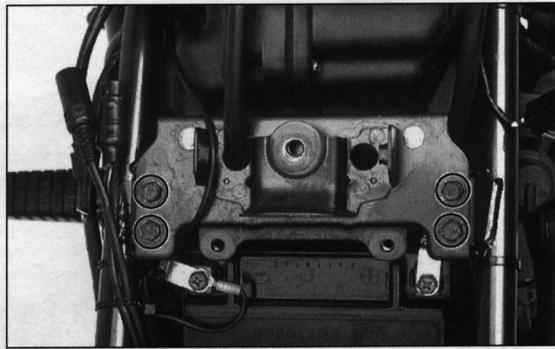

Bild 95
- Vier Sechskantschrauben ausdrehen und Tankhalterung abnehmen (Bild 95).